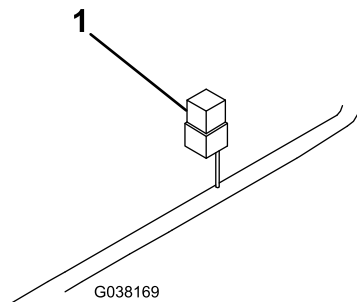

Figura 13
14. Instale el módulo de relés debajo del capó usando 1 tornillo para chapa (Figura 13).